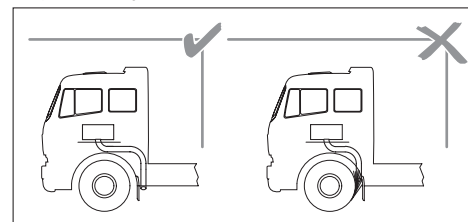

Fig. 19: Éviter un blocage
- ✓ La sortie des gaz d'échappement ne doit pas être bloquée. Voir Fig. 19.